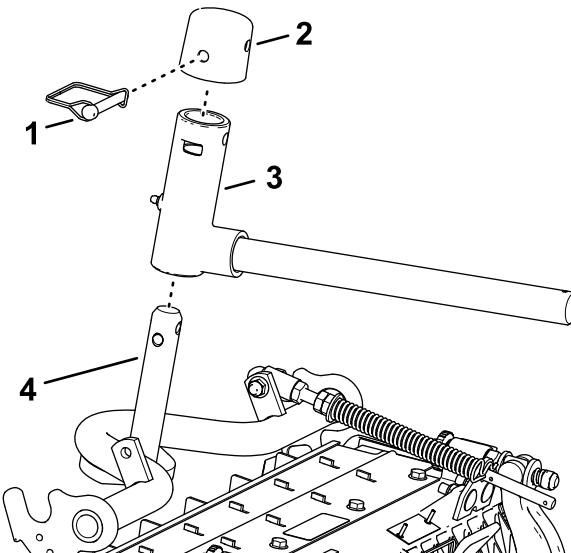

Bild 27
2. Montieren Sie das Hubarmjoch an die Trägerrahmenrolle (Bild 27).